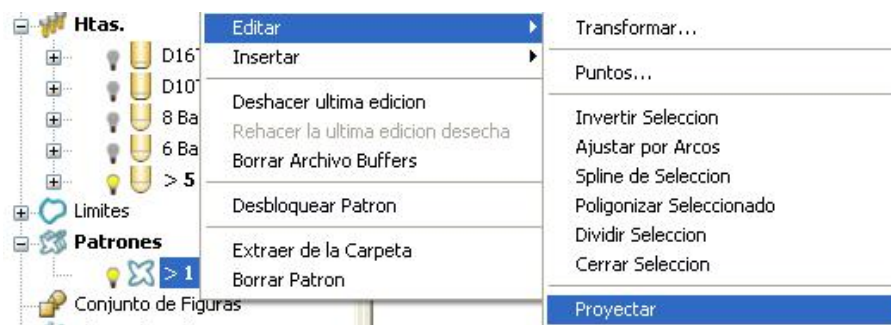
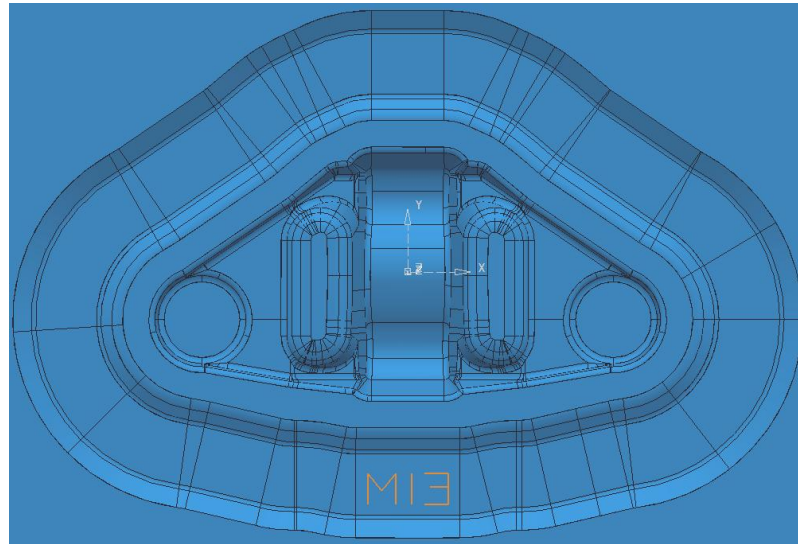

Figura 2.226 Proyectar el patrón sobre el modelo.
Figura 2.227 Patrón proyectado sobre el modelo.
- En el Explorador hacer clic con el botón derecho sobre el actual Patrón 1 y seleccionar Editar - Proyectar sobre el modelo, Figura 2.226 (esto es poner el Patrón en la misma posición geométrica equivalente al espesor de trayectoria cero, por tanto esto puede ser usado como Curva Guía como base para aplicar un offset axial -3 mm en la pieza, Figura 2.227).